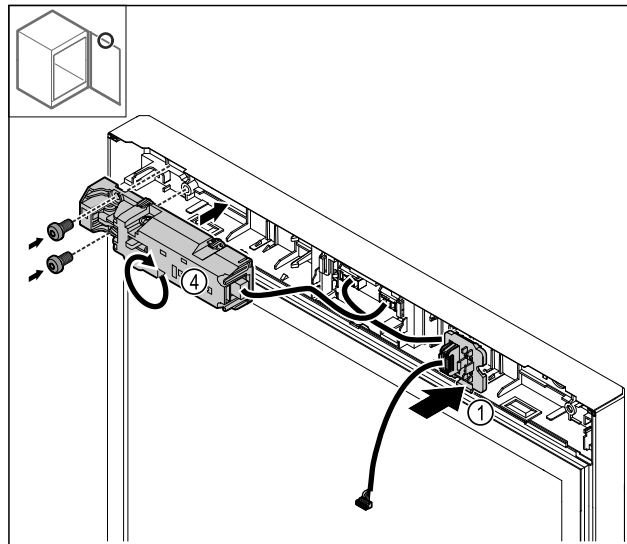

Fig. 29
- Steckerhalterung Fig. 29 (1) auf Gegenseite einrasten.
- Elektrisches Schloss Fig. 29 (4) um 180° drehen und auf Gegenseite befestigen.